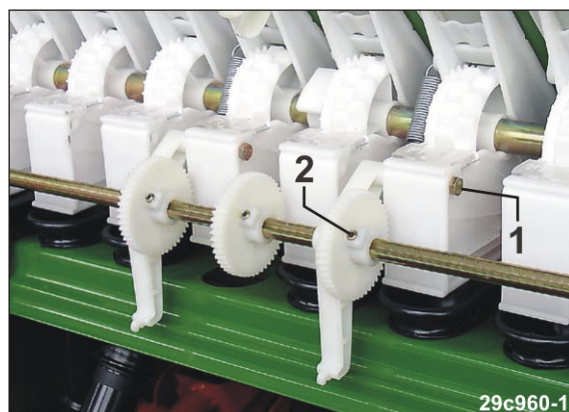

Fig. 127
6. Retirar los tornillos (Fig. 127/1).
7. Soltar los tornillos (Fig. 127/2).